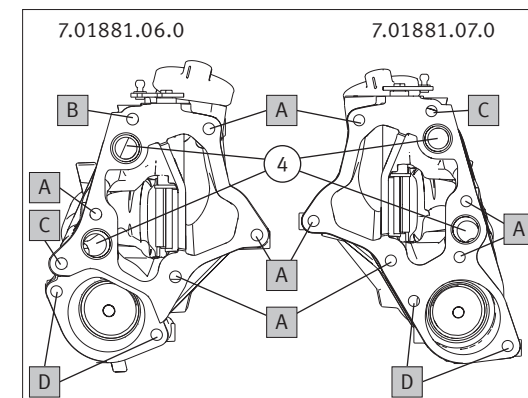

Abb. 2/ Fig. 2/ Puc. 2/ 图2
La Fig. 2 montre la correspondance des vis :
Модуль радиатора системы EGR в сборе состоит из клапана системы EGR ① и радиатора ②. Эти компоненты соединены винтами разной длины. На Рис. 2 показано расположение винтов.